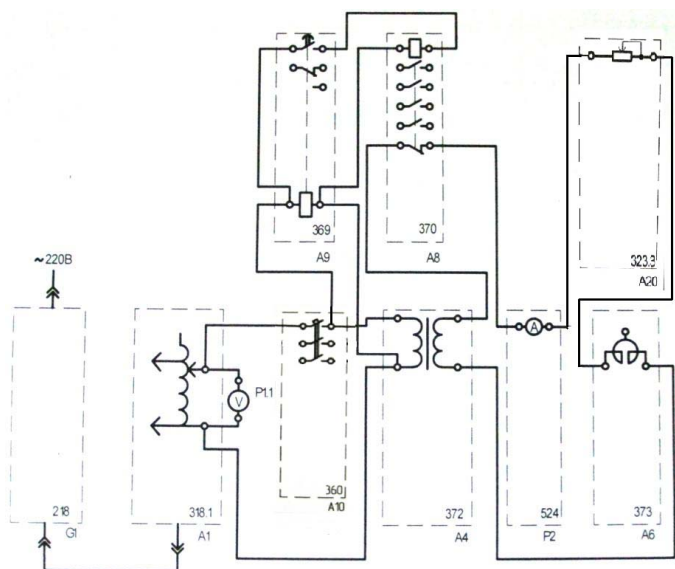

Рис. 2.1. Электрическая схема соединений для исследования зависимости выдержки времени от уставки электромеханического реле времени
2. Электрическая схема соединений элементов стенда приведена на рис. 2.1.